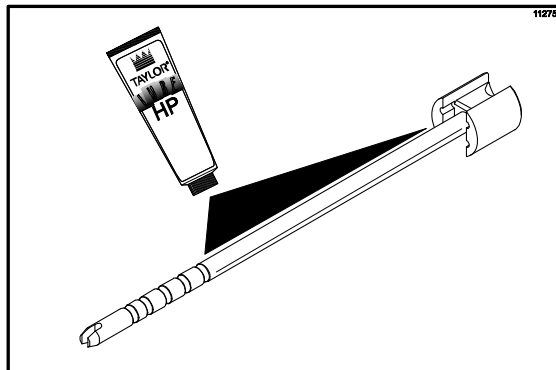

Рисунок 123
13. Смажьте вал лопасть спиннера до канавки. (См. рис. 123)